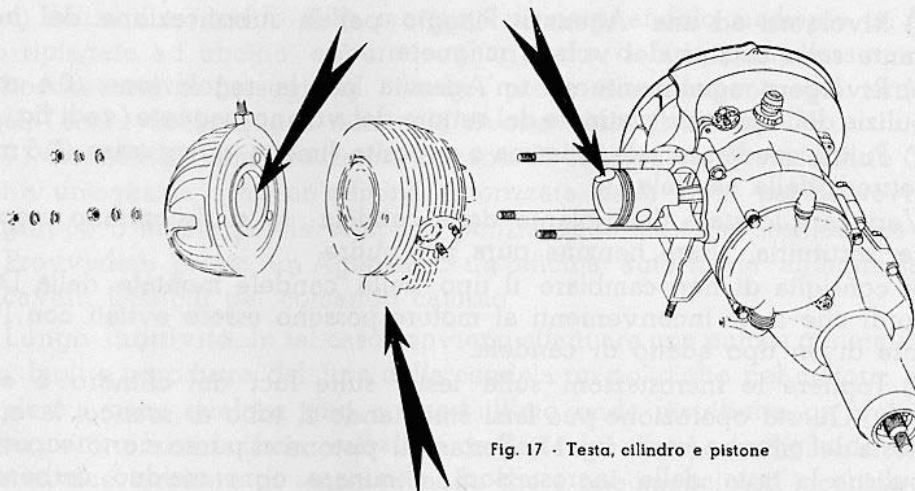

Fig. 17 - Testa, cilindro e pistone
5) Togliere le incrostazioni sulla testa, sulle luci del cilindro e sullo stantuffo. Questa operazione può farsi smontando il tubo di scarico, la cuffia e la testa del cilindro (vedi fig. 17). Portare il pistone al punto morto superiore per pulirne la testa dalle incrostazioni, eliminare ogni residuo carbonioso dall'imboccatura del cilindro, quindi portare il pistone al punto morto inferiore e disincrostare le luci. Pulire la faccia interna della testa del cilindro. Fare attenzione che residui carboniosi non rimangano nell'interno del cilindro. È consigliabile far eseguire quanto sopra dall'agente di vendita.